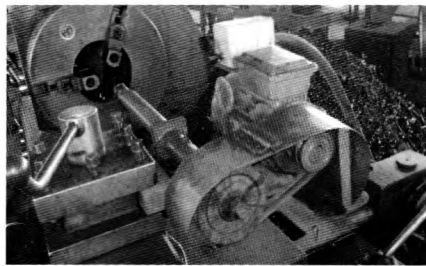
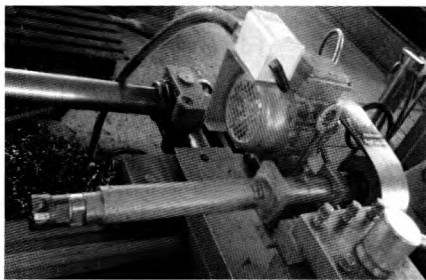

图 2
图 3
铣削钻杆内飞边。铣削装置设计的注意事项:①自制铣刀的回转中心要保证与套管车床主轴的回转中心重合。②自制铣刀最少采用焊接两个合金刀片,也可成倍增加。③根据内飞边铣削工艺,确定合理的铣削转速,即确定两带轮的减速比。④因为是内孔铣削,所以设计时可以增加气路,一是有利于排屑;二是有利于提高自制铣刀的使用寿命。铣削装置制造后现场使用照片如图2、图3所示。